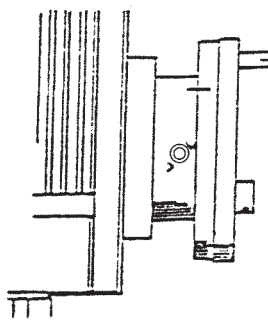

fig 2
Dla uzyskania poprawnego zamocowania uchwytu każda z krzywek musi być zaciśnięta w taki sposób, aby jej kreska indeksowa znalazła się pomiędzy dwoma znakami „V” na końcówce wrzeciona (rys. 2).
2. Umieścić korytko na wióry na prawym i lewym stojaku łoża. Zgrać 6 otworów w stojakach łoża z otworami łoża i pozostałych części górnych. Połączyć śrubami 5-M12. Otworzyć lewą pokrywę dużego stojaka, połączyć łożo ze stojakiem za pomocą śruby sześciokątnej M16x45 wkręconej od strony zewnętrznej w gwintowany otwór w łożu, a następnie mocno śrubę dokręcić. Patrz rys. 2. Przeciągnąć biały kabel przez duży otwór pomiędzy rynienką na wióry a płytą wsporczą dużego stojaka. Zamocować część 8 (wyłącznik krańcowy).